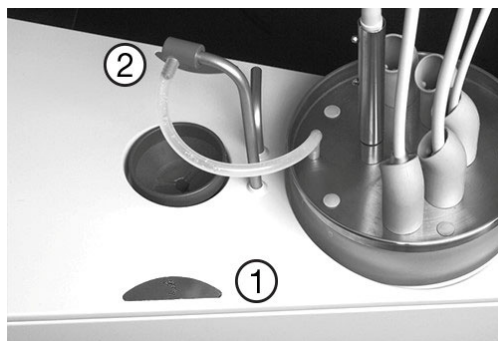

Abbildung 73 – Aktivierung XO Water Clean (1) Speischale (2) Becherfüller
3. Befestigen Sie den Schlauchanschluss am Becherfüller, wie in Abbildung 73
2. Befestigen Sie den Schlauchanschluss am Becherfüller, wie in Abbildung 73
3. Betätigen Sie die Taste (2) wie in Abbildung 73 gezeigt und die Wasserleitungen der Instrumente werden gespült